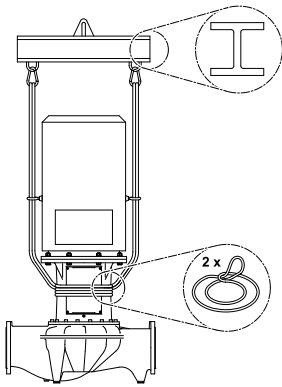

Fig. 32: A teherhurokok felhelyezése
- A daruval történő megemeléshez a szivattyút egy megfelelő szíjjal kell átkötni (Fig. 32/33). A szivattyút be kell helyezni a hurkokba, amelyek a szivattyú saját tömegénél fogva megfeszülnek.